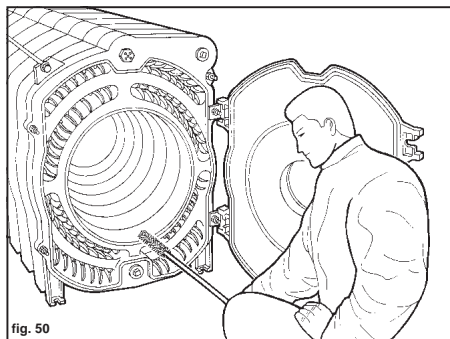

fig. 50
- 4 (Fig. 50) Kesselsinnenraum und Rauchabzugs-/Abgaswege mit Hilfe eines Stoßbesens oder mit Druckluft reinigen.